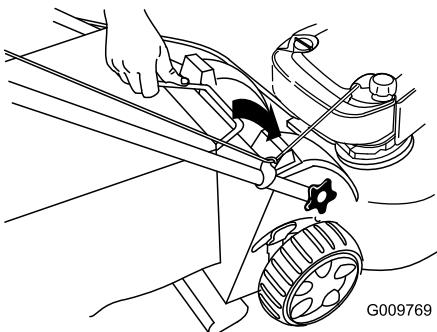

Figura 31
- Inserite la maniglia del cesto di raccolta nelle scanalature presenti sulla parte superiore del tosaerba (Figura 31).